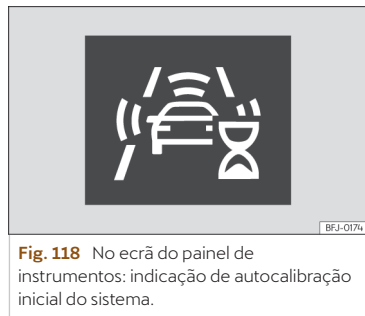

Fig. 118 No ecrã do painel de instrumentos: indicação de autocalibração inicial do sistema.
- Durante vos primeiros instantes de condução após unir a ignição, devido à autocalibração inicial do sistema. Durante esse período mostra-se um ícone de estado >>> Fig. 118.